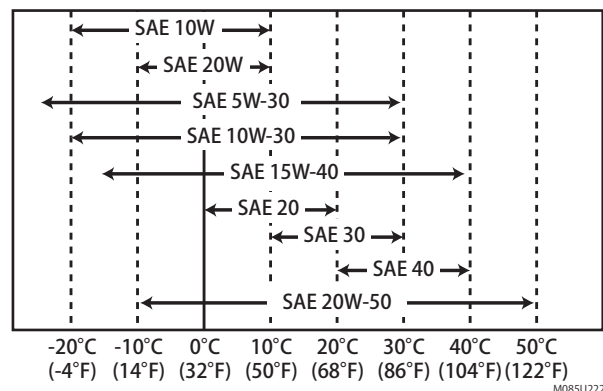

Abb. 7-6
- Wählen Sie die Ölviskosität aufgrund der Umgebungstemperatur aus, in welcher die Maschine eingesetzt wird. Siehe hierzu die SAE-Leistungsgrad-Viskositätstabelle (Fig. 7-6).